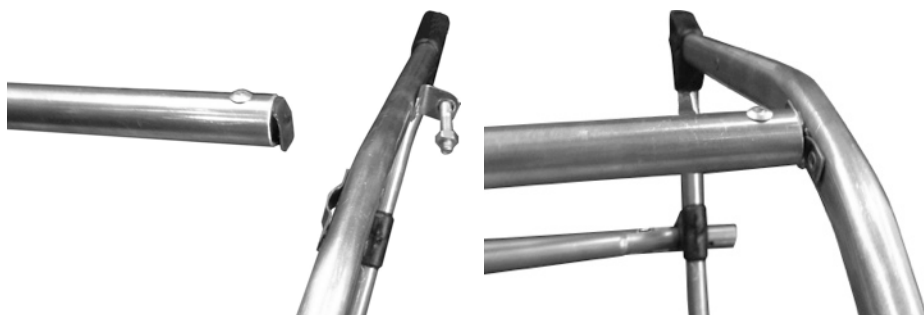

Рис.3. Закрепление миделя.
4. Соедините носовой мидель и шпангоут №1 (8). Для этого вставьте крючок миделя в скобку для крепления мидельвейса шпангоута (рис.3).